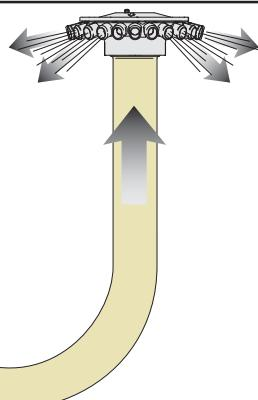
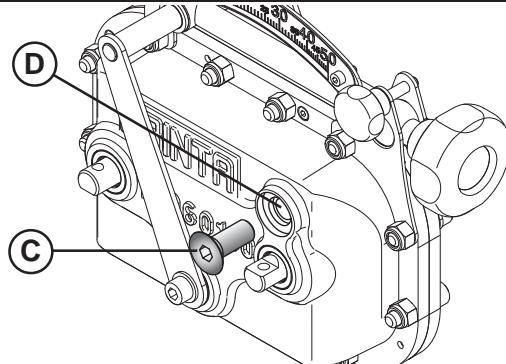

fig. 53
fig. 55
A INIZIO STAGIONE	<ul style="list-style-type: none"> - Controllare che la trasmissione ruoti liberamente senza interferenze. - Azionare l'attrezzatura a vuoto, il flusso dell'aria libera le condutture dalla presenza di condensa e rimuove eventuali impurità (Fig. 53). - Ogni stagione, effettuare il cambio completo dell'olio del cambio con il tipo "AGIP EXIDIA HG 68" (Kg. 0,7): <ol style="list-style-type: none"> 1) togliere il tappo (C, Fig. 55); 2) dallo scarico (D), svuotare completamente l'olio del cambio e raccoglierlo in un idoneo contenitore; 3) inserire il nuovo olio (Kg. 0,7) e chiudere con il tappo.